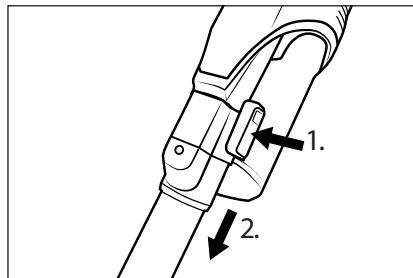

Fig. 11
- ♦ For at fjerne sugerøret ⑯ fra produktet skal du trykke på oplåsningsknappen til sugerøret ⑯ og holde den nede og tage sugerøret ⑯ ud af produktets sugeåbning (se fig. 11).